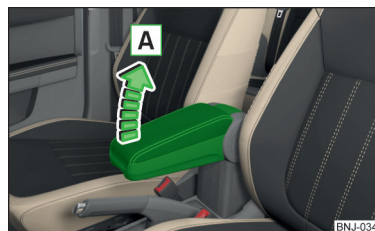

Fig. 70
- Para el **ajuste de altura**, elevar el apoyabrazos en el sentido de la flecha **A** en una de las posiciones de retención » fig. 70.